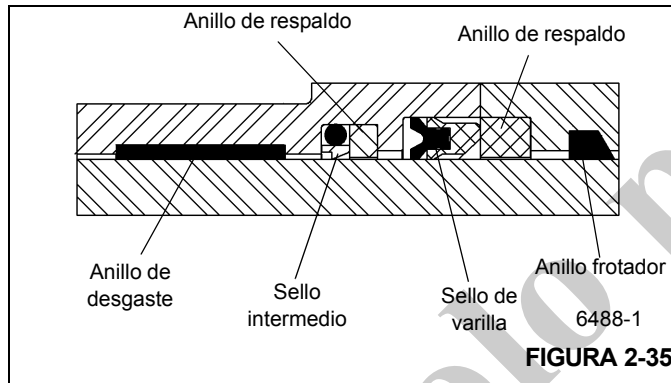

FIGURA 2-35
10. Instale el anillo frotador, el anillo de desgaste, el sello intermedio y el sello de varilla dentro de la cabeza, asegurándose de que los sellos estén debidamente armados y colocados en el sentido correcto (Figura 2-35).